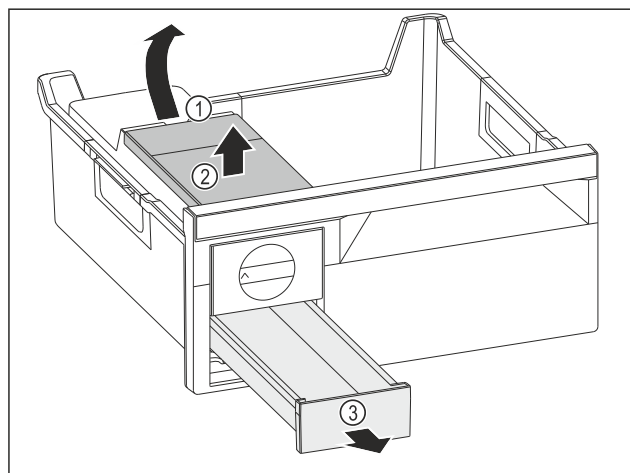

Fig. 130
- ▶ Fjern vanntanken: Løft opp vanntanken i fordypningen Fig. 130 (1).
- ▶ Fjern vanntanken Fig. 130 (2) ovenfra.
- ▶ Fjern isterningsskuff Fig. 130 (3) forfra.